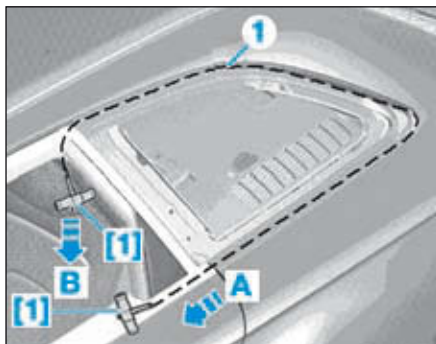

FIG.19
- Mettre en place le fil tranchant (1) derrière le joint situé dans le flasque de glace (Fig.19).
- Bloqué les extrémités du fil tranchant (1) à l'aide des poignées [1].
- Tirer le fil tranchant (1) vers l'avant dans le sens de la flèche A et couper le cordon de colle.